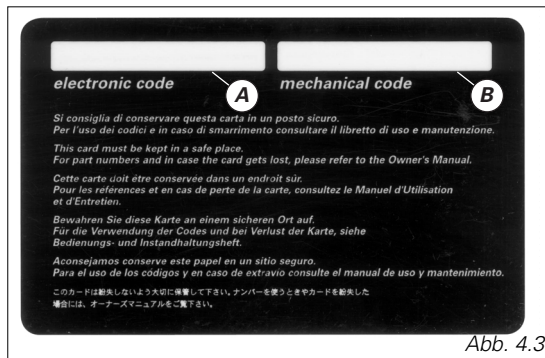

Abb. 4.3
A) (Abb. 4.3) der elektronische Code, der im Fall einer Motorblockierung bzw. einer mangelnden Zündung nach einem **key-on** zu verwenden ist.
B) (Abb. 4.3) der mechanische Schlüsselcode, den Sie beim Kundenservice der DUCATI angeben müssen, falls Sie Ersatzschlüssel benötigen.